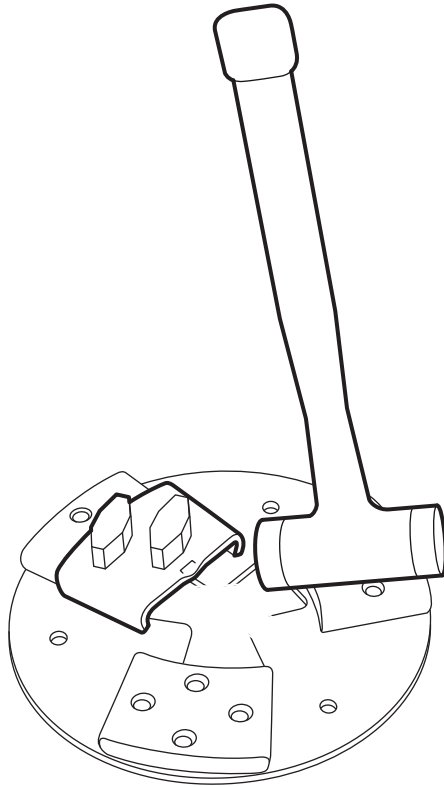

Figure 4-3 Verrouillage de l'outil de ponçage
2. Pour caler l'outil de ponçage dans le support, donnez quelques coups légers dessus avec un maillet en caoutchouc, voir Figure 4-3 à la page 16.
3. Pour caler l'outil de ponçage dans le porte-outil, donnez quelques coups légers dessus avec un maillet en caoutchouc, voir Figure 4-3 à la page 16